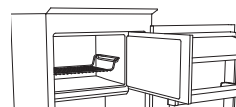
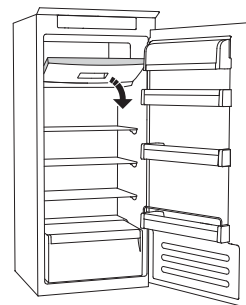

figura 1
figura 2
- posizionare gli alimenti sulla griglia, se presente (figura 1), oppure direttamente sul fondo del comparto (figura 2)
- Mettere gli alimenti nel mezzo del comparto *** ** *** senza che questi vengano a contatto con quelli già congelati, mantenendo una distanza di circa 20 mm (figura 1 e 2).
STOP FROST SYSTEM (disponibile a seconda del modello) consente di facilitare le operazioni di sbrinamento del comparto congelatore. L'accessorio STOP FROST (figura 1) è ideato per raccogliere parte della brina che si forma nel comparto congelatore ed è facile da rimuovere e da pulire, riducendo in questo modo il tempo necessario per sbrinare l'intero comparto congelatore.
- Aprire la porta del comparto congelatore ed estrarre il cassetto superiore (figura 2).